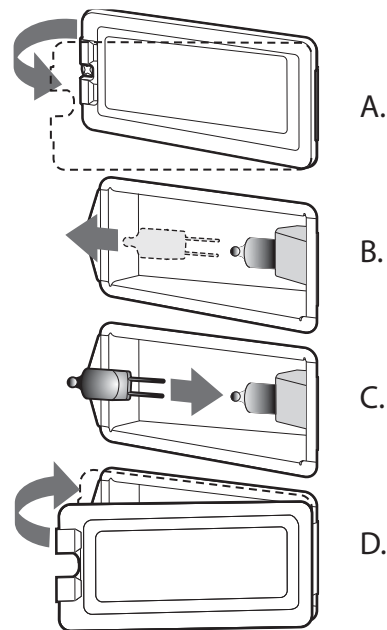

Figure 31 : Emplacement de l'ouverture
3. Insérez la pointe d'un tournevis plat entre l'attache de fixation et le boîtier de la lampe (Figure 31, A).
6. Enlevez le couvercle de la lentille de verre (Figure 31, B).
8. Ne touchez pas au verre de la nouvelle ampoule de remplacement avec vos doigts, sans quoi elle ne fonctionnera pas lorsque vous l'allumerez. Prenez l'ampoule de remplacement avec un linge sec et propre. Localisez les deux fentes du support de céramique en y poussant doucement les deux broches de l'ampoule (Figure 31, C).
11. Rallumez le disjoncteur (Figure 31, D).